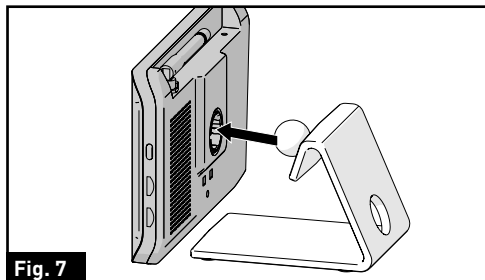

Fig. 7
3. Alinee el punto de señalización del soporte de la parte superior de la mesa con la abertura en la parte posterior del monitor y presione firmemente hasta que quede bloqueado en su lugar. (Fig. 7)